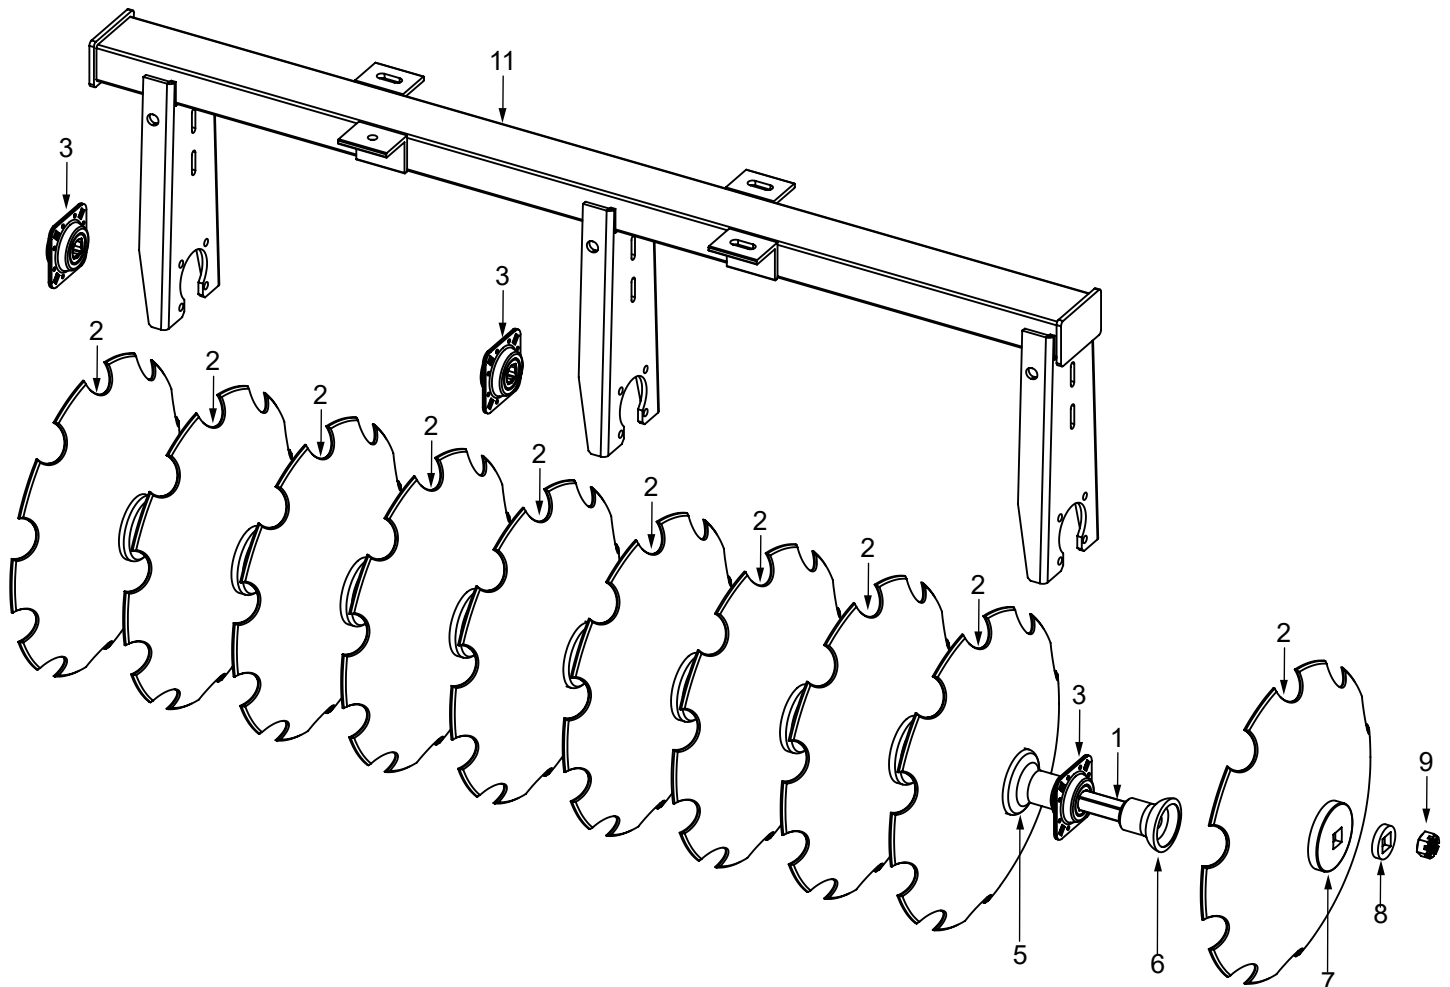

Imagen 1.1 - Detalle para posicionamiento de rodamiento y pierna
6. Para un correcto ensamble de pierna, rodamiento a la sección de discos es importante la posición de los mismos componentes como se muestra en la imagen 1.1.